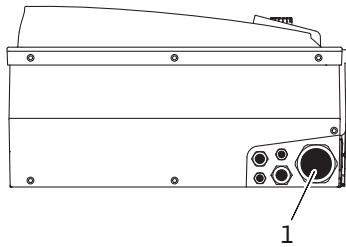

Fig. 25: Kabelförskruvning M25/M40
- Nätkabeln ska föras in genom kabelskruvförbandet M25/M40 (fig. 25, pos. 1).